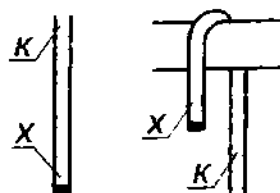

Рис. 1. Х – ходовой конец;
**Коренной конец** – закреплённый конец верёвки или конец, используемый в работе, противоположный ходовому концу (рис. 1).
**Ходовой (рабочий) конец** – свободный незакреплённый конец верёвки, которым вяжется узел (рис. 1).